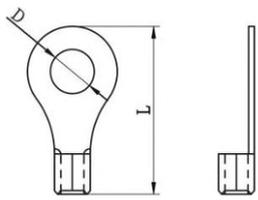

Abb. 5-12 Zu verwendender Ringkabelschuh für die Akkubankanschlüsse.
- Konfektionieren Sie die Akkubankleitungsenden mit den Ringkabelschuhen gemäß Abbildung (Abb. 5-12). Dabei beträgt der Durchmesser $D = 6,4 \text{ mm}$.